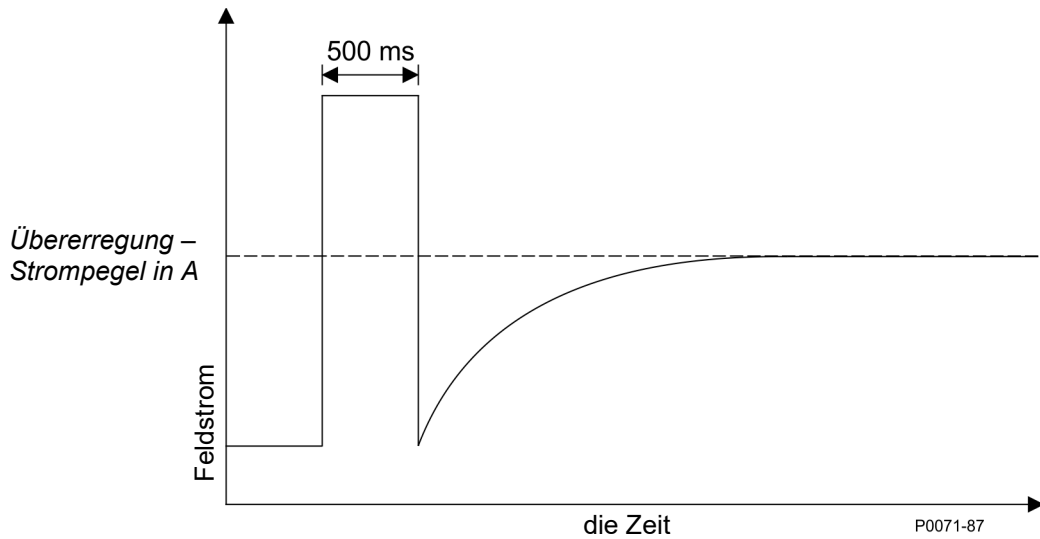

Abbildung 3-2. Zeitkennlinie, Übernahme-OEL
*Übernahme-OEL.* Wenn Übernahme-Übererregungsbegrenzung verwendet wird, wird das Feldstromniveau, an dem die Begrenzung auftritt durch einen einstellbaren Strompegelsollwert bestimmt. Wenn der Feldstrom über den einstellbaren Strompegelsollwert ansteigt, leuchten die Anzeigen für Übererregungsbegrenzung auf dem vorderen Bedienfeld und in BESTCOMS auf und der Feldstrom wird begrenzt und gezwungen, der reziproken Zeitkurve zu folgen. (Abbildung 3-2)